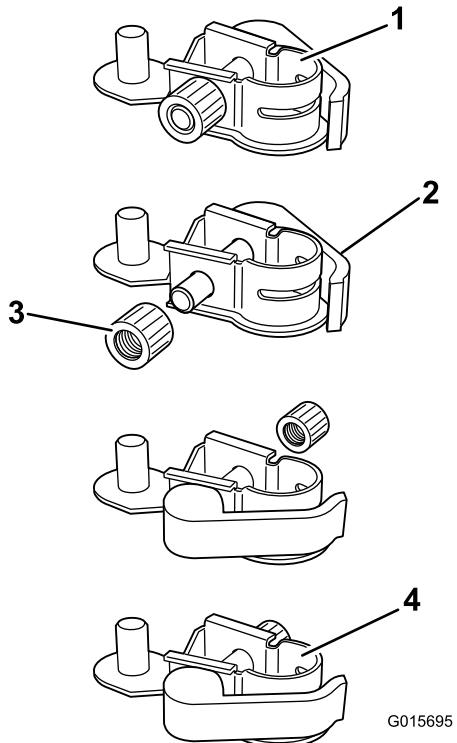

Figura 3
- Allentate e rimuovete il controdado su uno dei connettori (Figura 3).
- Togliete il braccio del serratubo dal connettore e reinserito dal lato opposto (Figura 3).
- Installate il controdado rimosso in precedenza sul braccio del serratubo e serrate quanto basta a bloccare il dado sul polo (Figura 3).